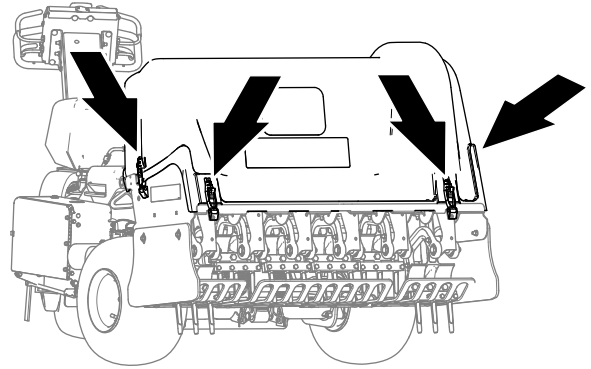
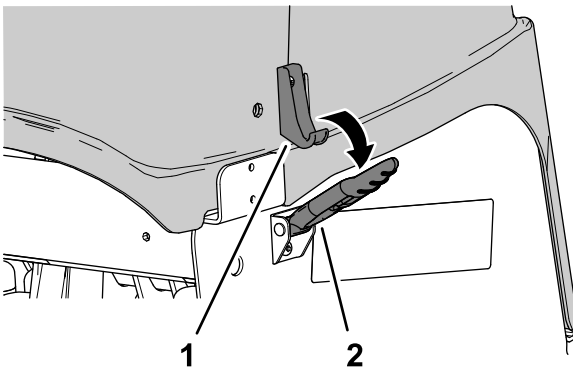

图 137
图 139
4. 打开 4 个门锁位置处的打孔头盖板的门锁 图 137 和 图 139。